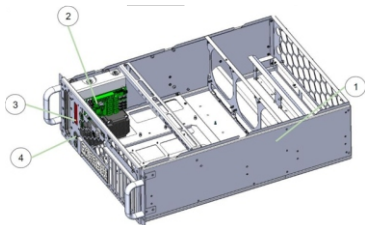

Рисунок 7 – Общий вид корпуса изделия с элементами управления и индикации
1.5.1 Корпус с элементами индикации и управления (рисунок 7)